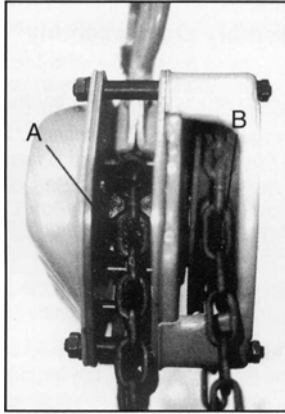

Рис. 10
1. Установите цепную звездочку (А, Рис. 10), вращая маховик (В, Рис. 10), чтобы широкий и узкий пазы были видны.